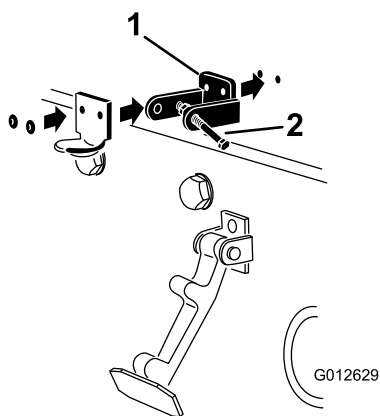

图 16
注意 锁定支架必须紧贴机罩 (图 16)。不要从锁定支架臂卸下螺栓和螺母总成。
5. 用铆钉将支架和垫圈铆定到机罩 (图 16)。